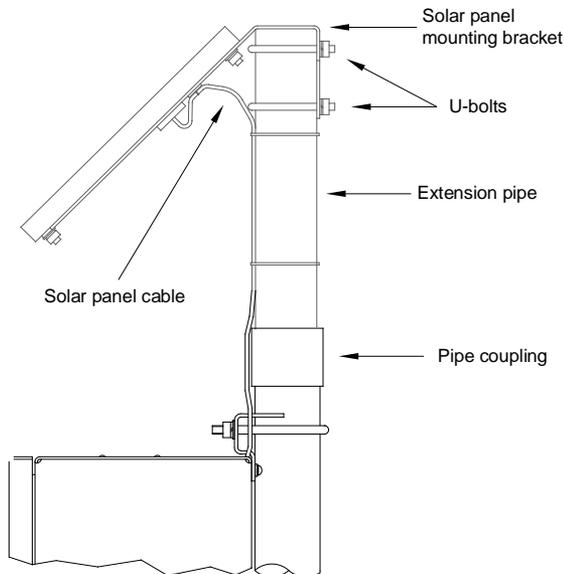

Figura 8: Instalação de painel solar
4. Prenda o suporte de montagem do painel solar na extremidade superior do tubo de montagem com os parafusos em U e e a ferramenta de montagem correspondente (Figura 8). Não aperte completamente.